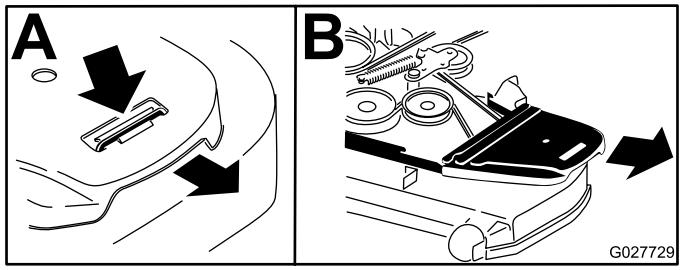

Bild 90
6. Entfernen Sie die Riemenabdeckungen (Bild 90).